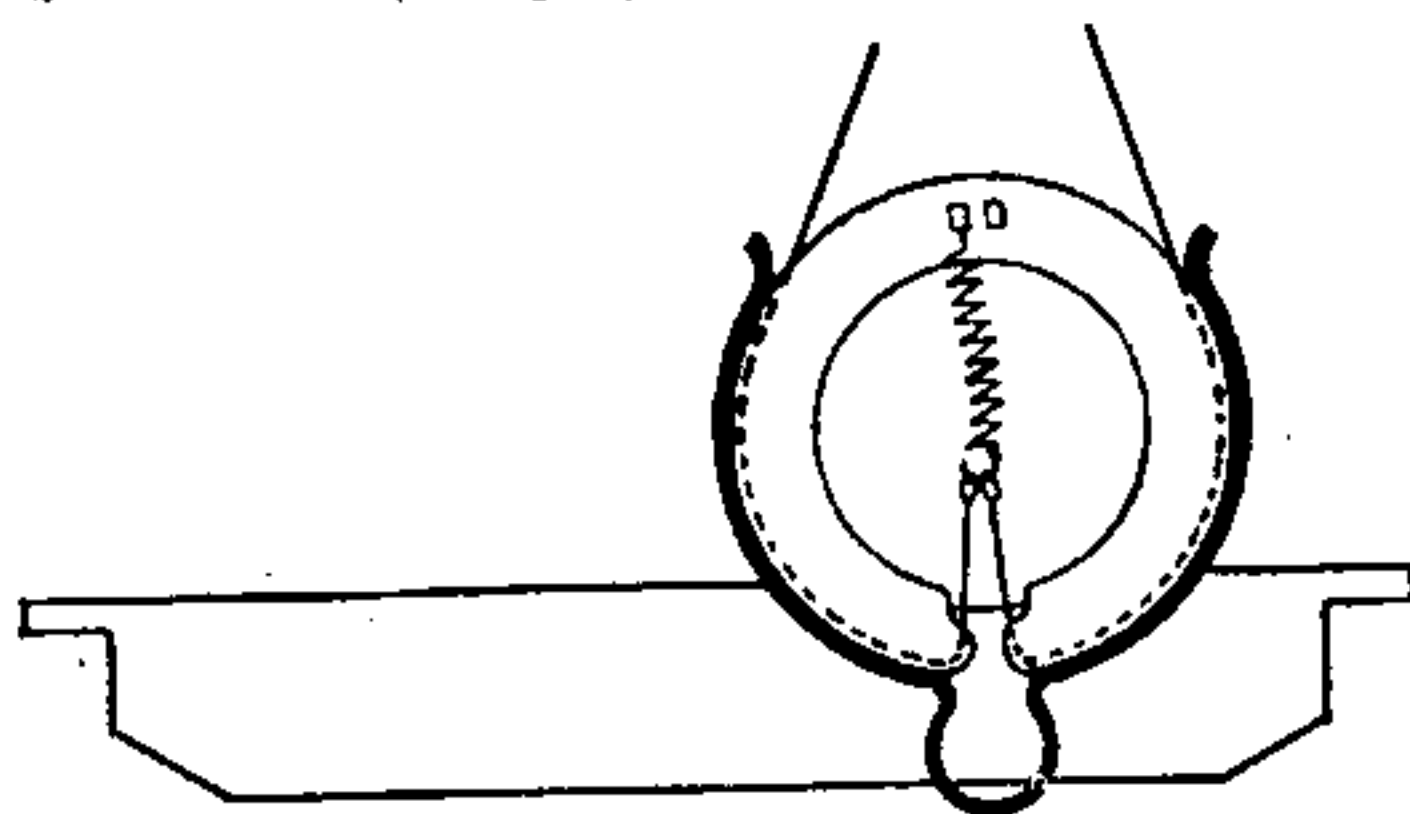

Fig. 1
Voordat men het chassis uit de kast verwijdert, moet na verwijdering van de bodemplaat de aandrijfsnaar met de speciale beugel op de aandrijftrommel vastgezet worden (zie fig. 1).
- De nieuwe snaar voorloopig met de speciale beugel vastzetten op de aandrijftrommel (zie fig. 1).